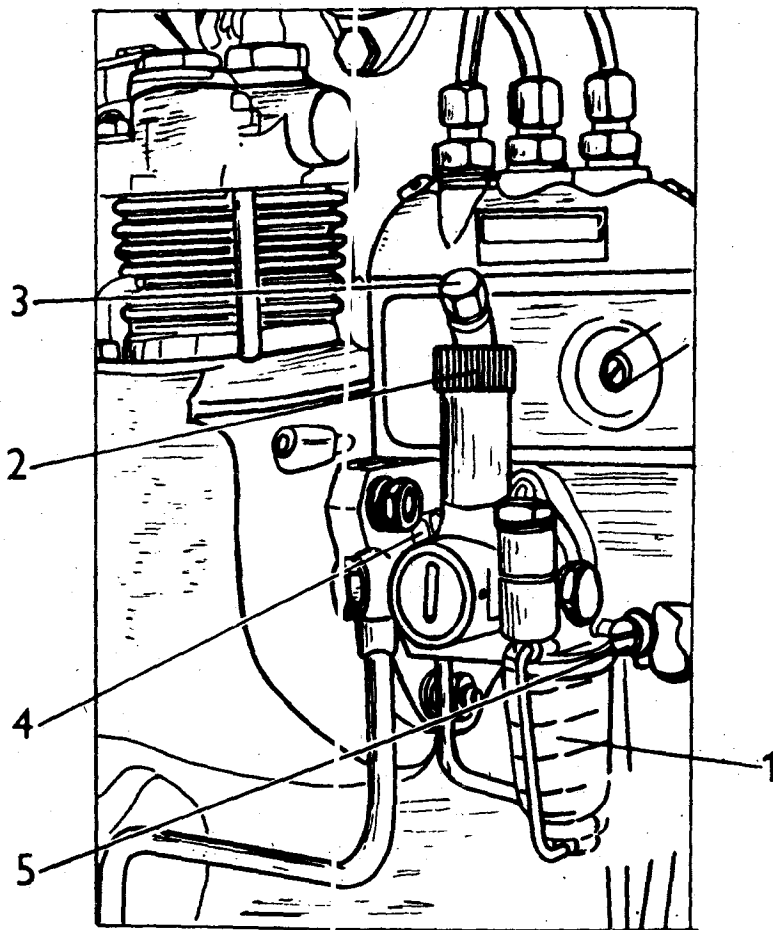

Рис.32. Топливный насос, помпа для подкачки топлива и фильтр предварительной очистки топлива.
Если будет обнаружено, что в стеклянном сосуде грязеотстойника фильтра предварительной очистки топливного насоса /I, рис.32/ находится грязь, то сосуд нужно снять, для чего следует отвернуть гайку и откинуть хомут. Сетку тщательно промыть в дизельном топливе или в бензине и вновь поставить на место.
1. Ослабить хомут стеклянного сосуда /1, рис.32/ грязеотстойника фильтра предварительной очистки, чтобы сосуд наполнился топливом без воздушных пузырьков. Сосуд затем тщательно закрепить с помощью хомута.
2. Ослабить пробку для выпуска воздуха из топливных фильтров /5, рис.33/ и вручную подкачивать топливо помпой /2, рис.32/, пока из фильтров не начнет вытекать топливо без воздушных пузырьков. Затем пробки затянуть!